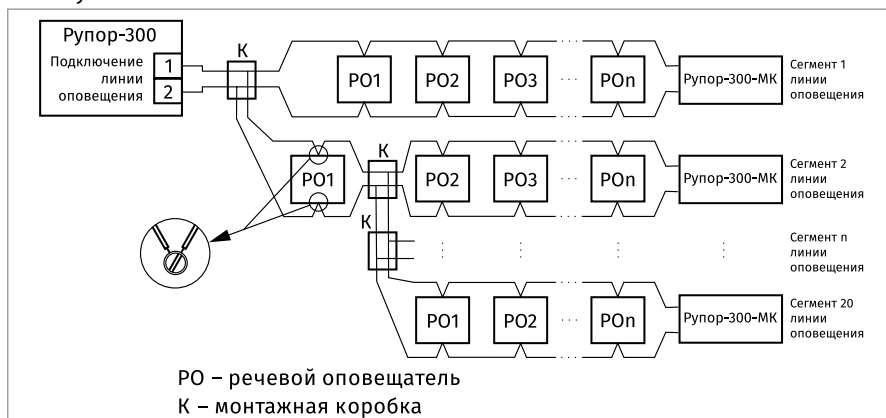

Рисунок 8. Подключение громкоговорителей к линиям оповещения
1. Типовая схема подключения речевых оповещателей (РО) приведена на Рисунок 8.